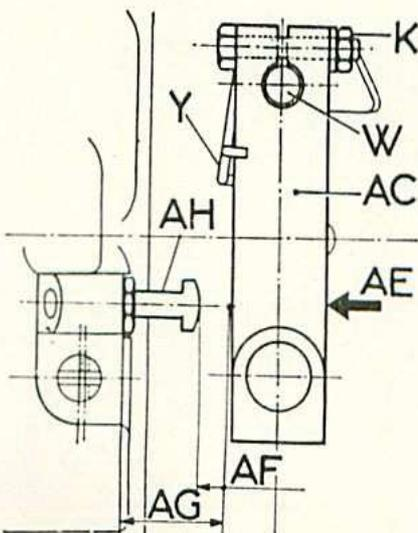

Fig. 24. — Réglage du levier de débrayage
Lors de la repose du levier de commande de débrayage (AC) (fig. 24) opérer comme suit :